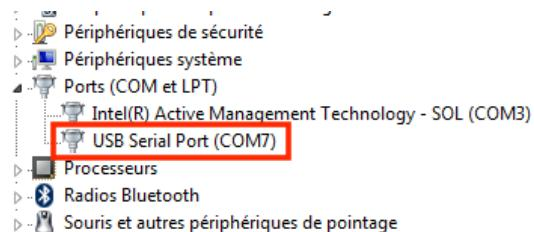

FIGURE 3 – Détermination du numéro du port série sur Windows.
- Windows : Allez dans votre gestionnaire de périphériques puis dans la section Port (COM et LPT), vous verrez USB Serial Port (COM). Le numéro COM sera le nom du port à connaître (cf. figure 3).